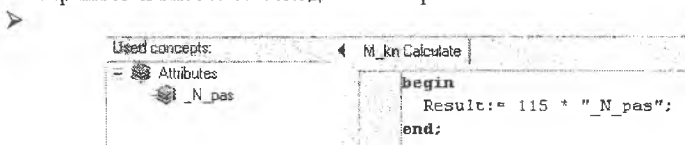

Рис. 2. Атрибуты и тело скрипта *M\_kn Calculate*
- Укажите параметры скрипта: перетащите необходимые атрибуты на концепт скрипт (все параметры скрипта можно увидеть во вкладке *Uses*). Параметром скрипта *M\_kn Calculate*, вычисляющего массу коммерческой нагрузки, является атрибут *\_N\_pas* (рис. 2).